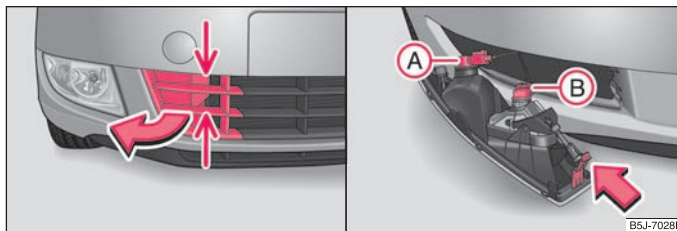

Abb. 167 Vorderer Stoßfänger: Schutzgitter / Ausbau des Nebelscheinwerfers
- Greifen Sie das Gitter an den mit Pfeilen gekennzeichneten Stellen ⇒ Seite 204, Abb. 167 links an und nehmen Sie es heraus.
- Führen Sie die Hand in die Öffnung, in der sich das Gitter befand und drücken Sie die Federfalle ⇒ Seite 204, Abb. 167 rechts.